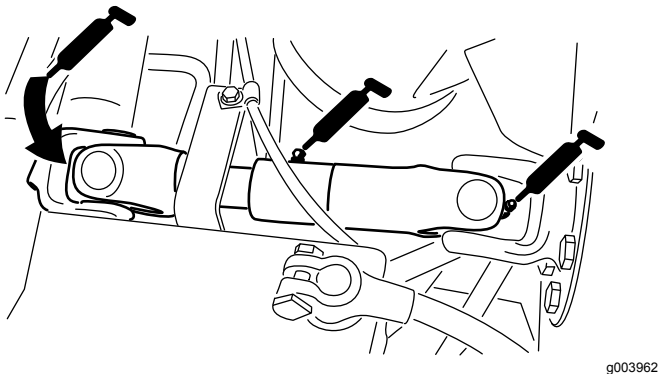

Figure 27
- Joint de cardan d'arbre d'entraînement de pompe (3)—Figure 27